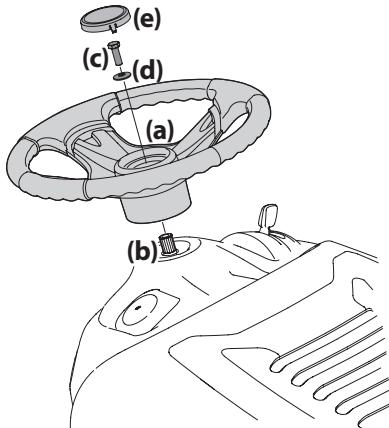

Figura 10
- Con las ruedas delanteras del tractor apuntando hacia adelante, alinee el volante (a) y colóquelo en el eje de la dirección (b). Vea la Figura 10.
- Asegure el volante (a) con el perno hexagonal (c) y arandela (d) desde debajo de la tapa del volante (e) y ajuste hasta 18-22 pies-libras (24-30 N·m). Vea la Figura 10.
- Coloque la tapa del volante (e) sobre el centro del volante (a) y empuje hacia abajo hasta que haga clic al calzar en su lugar. Vea la Figura 10.